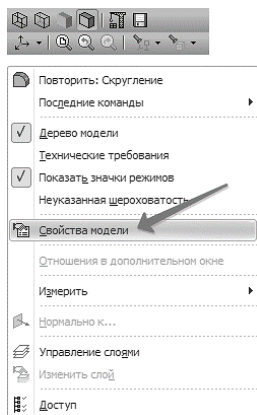

Рис. 3. Окно «Свойства модели»
1.1.1 Для входа в режим определения свойств детали нажмите правой кнопкой мыши в любом пустом месте окна модели. Из контекстного меню выполните команду **Свойства модели** (рис. 3).